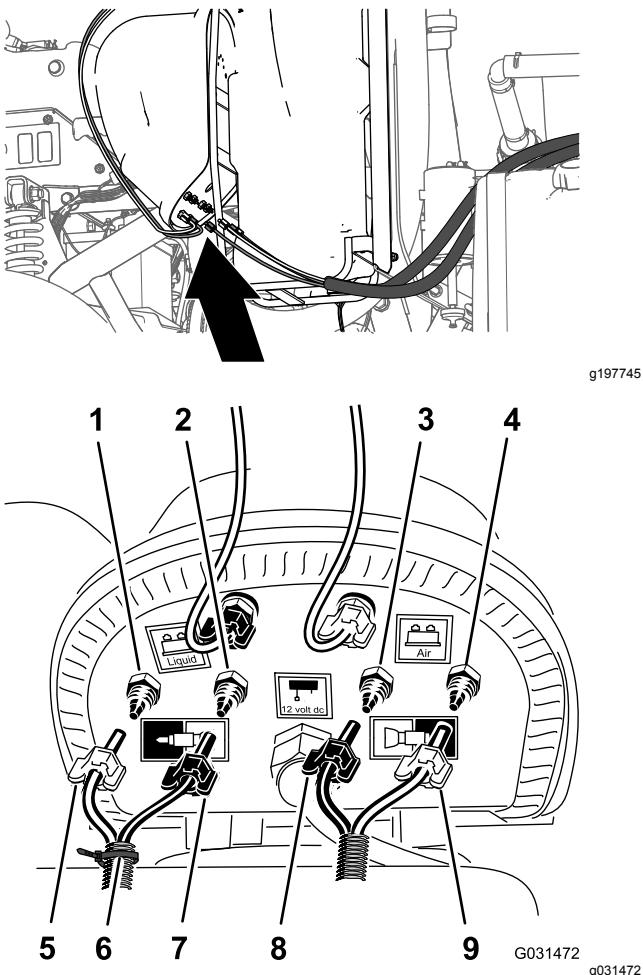

Figure 18
1. Sur le panneau de connexion du compresseur du kit traceur à mousse, attachez un serre-câble autour des tubes transparent et bleu pour la section de pulvérisation droite (Figure 18).
2. Desserrez les écrous à compression des 2 tubes transparents et des 2 tubes bleus reliés aux buses de mousse sur les sections de pulvérisation gauche et de droite (Figure 18).
3. Retirez les 4 tubes des raccords à compression des sections de pulvérisation (Figure 18).